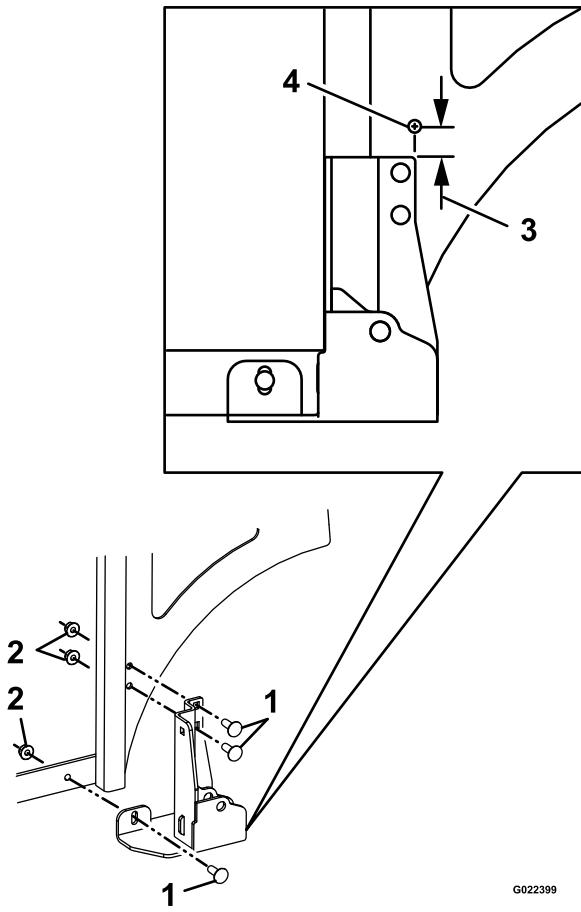

Figura 4
- Alinee los taladros e instale 3 pernos de cuello cuadrado (5/16 x 7/8 pulgada), y apriete a mano 3 tuercas nyloc con arandela prensada (5/16 pulgada), según se muestra en Figura 4.
3. Mida 25 mm (1 pulgada) por encima del borde superior derecho del soporte inferior del actuador, y perfore un taladro (6.4 mm / 1/4 pulgada de diámetro) en el bastidor (Figura 4).